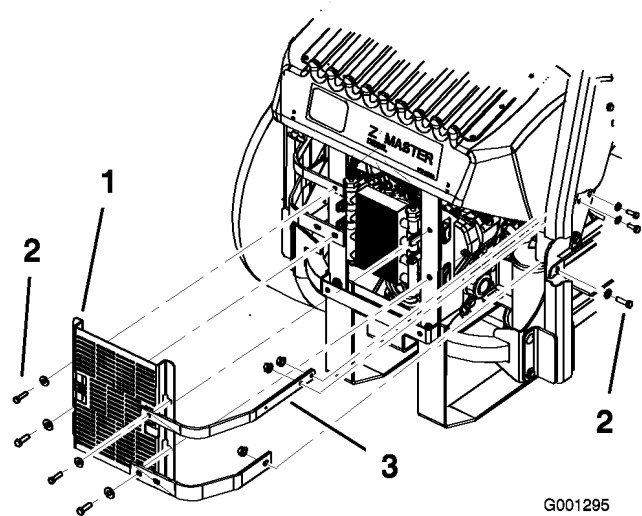

Figura 61
3. Togliete i quattro bulloni che fissano lo schermo del radiatore dell'olio al telaio posteriore,(Figura 61).
4. Togliete i tre bulloni che fissano le cinghie del motore alla fiancata della macchina (Figura 61).
12. Montate lo schermo del radiatore dell'olio e le cinghie del motore sul telaio posteriore, con i 4 bulloni precedentemente rimossi (Figura 61).
13. Montate le cinghie del motore sulla fiancata della macchina (Figura 61).